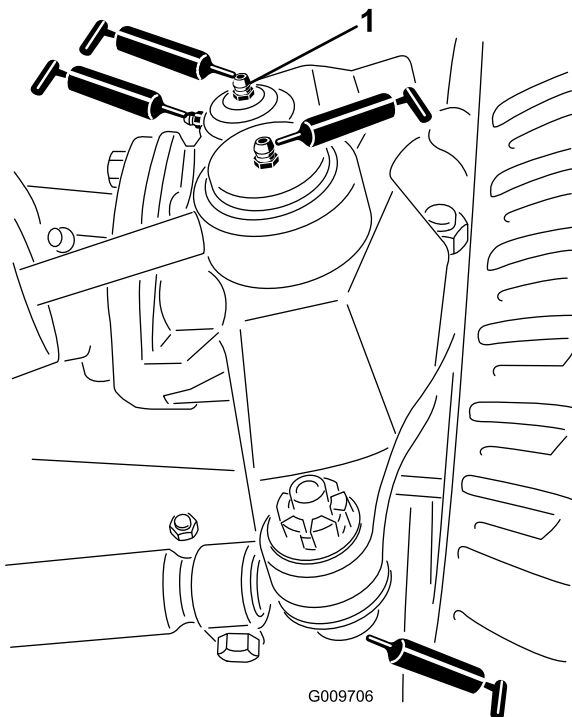

Bild 60
- Lenkzylinder-Kugelgelenke (2), wie in Bild 60 abgebildet
- Spurstangen-Kugelgelenke (2), wie in Bild 60 abgebildet
- Achsschenkelbüchsen (2), wie in Bild 60 abgebildet